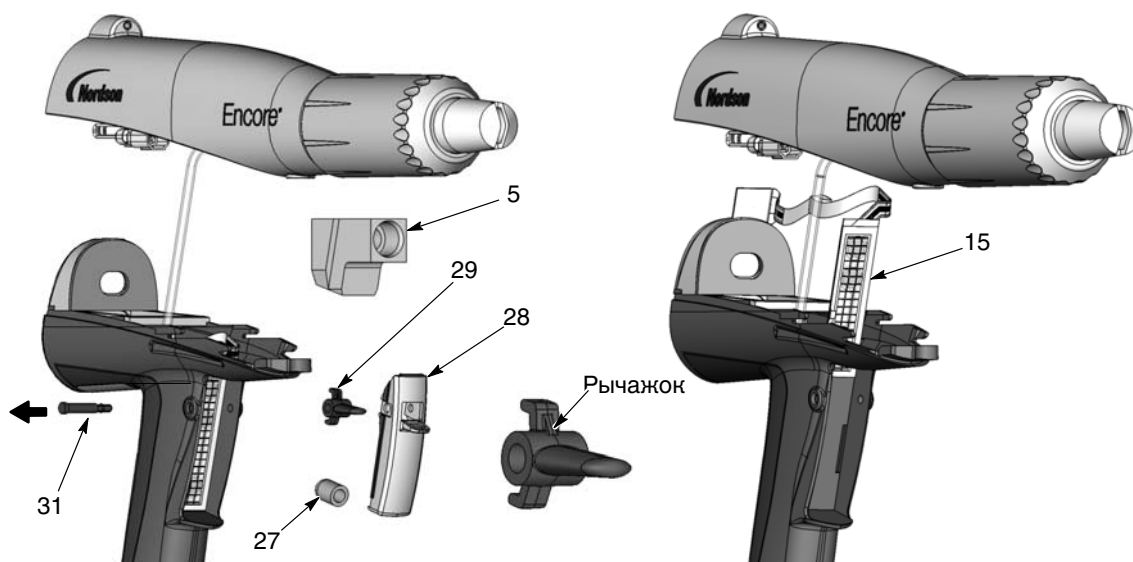

Рис. 6-8 Замена выключателя спусковой клавиши
3. См. рис. 6-8. Снять колено (5) с впускной трубки.
4. При помощи миниатюрного борodka с плоским концом или другого инструмента вытолкнуть из рукоятки ось (31) со стороны ее меньшего диаметра.
5. Снять с рукоятки спусковое устройство (28) распылителя, приводной элемент (27) и клавишу продувки (29).
6. При помощи инструмента поддеть и стянуть выключатель спусковой клавиши (15) с рукоятки, затем потянуть его вверх и вынуть из рукоятки.
1. См. рис. 6-8. Повернуть новый выключатель (15) сеткой в сторону передней части распылителя, затем аккуратно завести нижнюю, квадратную часть выключателя через вырез в рукоятке.
4. Вставить клавишу продувки (29) в спусковое устройство (28) распылителя рычажком вверх, как показано на рисунке. **Быть внимательным, чтобы не установить клавишу продувки верхней стороной вниз.**
5. Отрегулировать положение клавиш в рукоятке и зафиксировать их на месте, вставив сквозь рукоятку и клавиши ось (31) до положения, в котором ее головка установится вровень с рукояткой. Установленная правильно ось защелкивается на месте.